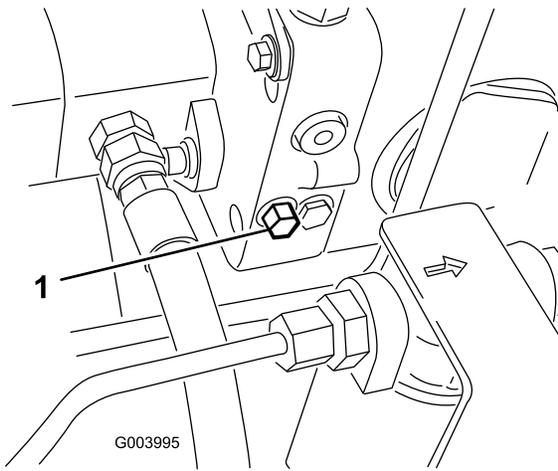

Figure 92
1. Tournez une fois et demie le boulon de la vanne de dérivation pour ouvrir la vanne et permettre la dérivation interne de l'huile (Figure 92).